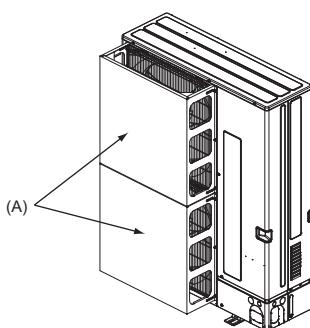
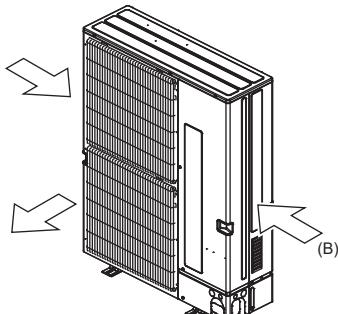

Fig. 2-4
Fig. 2-5
- (2) Installez un guide de protection d'air si l'appareil est installé à un endroit où des vents violents, en cas de typhon par exemple, risquent de souffler directement dans la sortie d'air. (Fig. 2-4)
- (A) Guide de protection d'air
- (3) Placer l'appareil de sorte que la sortie d'air souffle dans la direction perpendiculaire à celle des vents saisonniers, si celle-ci est connue. (Fig. 2-5)
- (B) Sens du vent